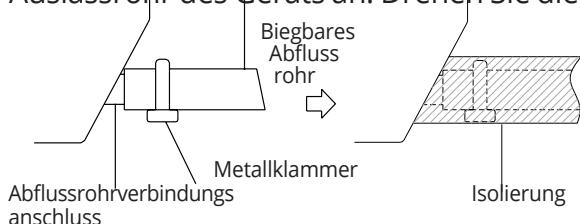

Abb. 5.1
- ✓ Wenn der Aufstellplatz starkem Wind ausgesetzt ist, z.B. in Küstennähe, muss das Gerät sehr nah an der Wandfläche installiert werden um es vor dem Wind zu schützen. Wenn erforderlich benutzen Sie eine Markise. (Siehe Abb. 5.1 und 5.2)
Rohrdüse und befestigen Sie sie mit einem Nagel. (Abb. 5.1)